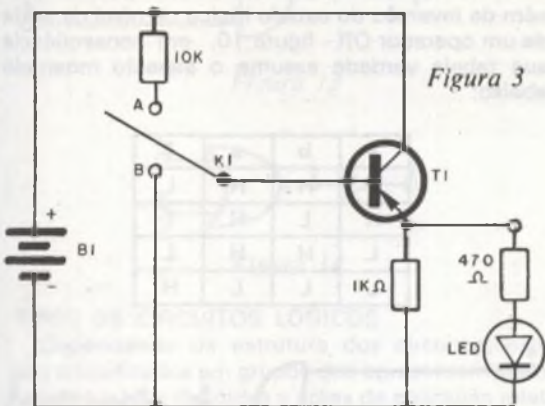

Figura 3
Analizemos agora o princípio de funcionamento do circuito da figura 3 que é similar ao anterior, só que aqui a saída é tomada no emissor do transistor: estando a chave K1 na posição A indica (nível de tensão H aplicado à base do transistor - entrada), o transistor conduz fortemente (saturação) e o potencial " + " se faz presente no seu emissor, acarretando na emissão de luz do LED ou, em outras palavras, a saída s (figura 3) apresenta um nível alto (H) de tensão; comutando a chave K1 da posição A para a posição B, será aplicada à base do transistor um potencial nulo (nível L), com isto o transistor não conduzirá (a junção base - emissor está inversamente polarizada) e a tensão presente na saída é insuficiente (nível L) para excitar o LED. Estas conclusões nos conduzem à tabela verdade abaixo.
Lista de Material – figura 3